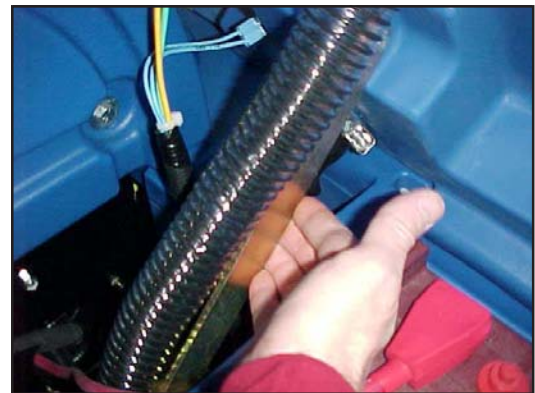

Figure 15
2. Avant de procéder au chargement des batteries, le compartiment de la batterie a besoin d'être ventilé. Pour cela, basculez le réservoir de récupération jusqu'à ce qu'il se verrouille dans l'une des deux positions ouvertes. Voir figure 15. Pour fermer le réservoir, tirez sur le bras de verrouillage et abaissez le réservoir lentement jusqu'en position fermée.